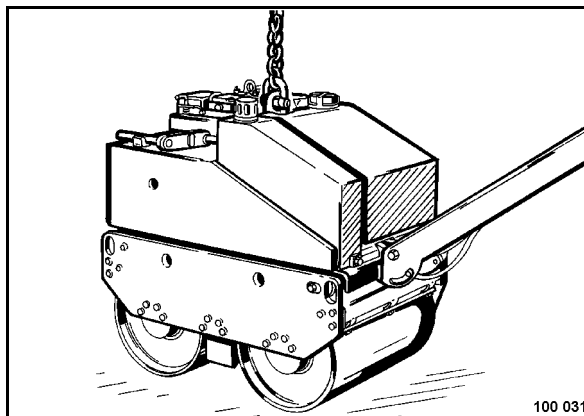

Рис. 50
- Для погрузки машины с помощью такелажного приспособления вставить крюк в проушину центрального подвеса (Рис. 50).